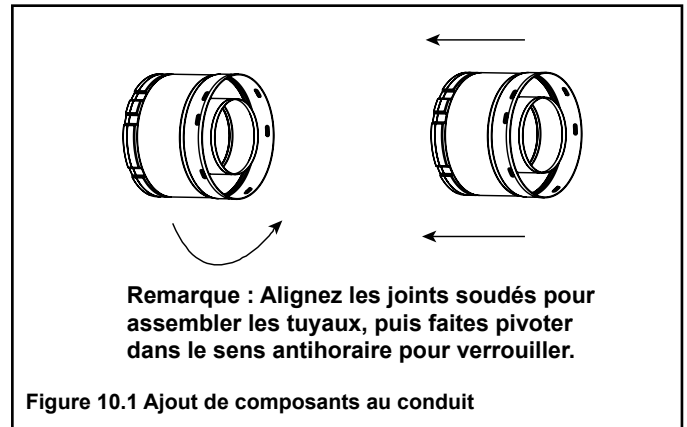

Figure 10.2 Scellant de silicone à haute température
- Appliquez une bande de silicone dans le joint femelle du conduit extérieur avant de relier les sections. Voir la figure 10.2.